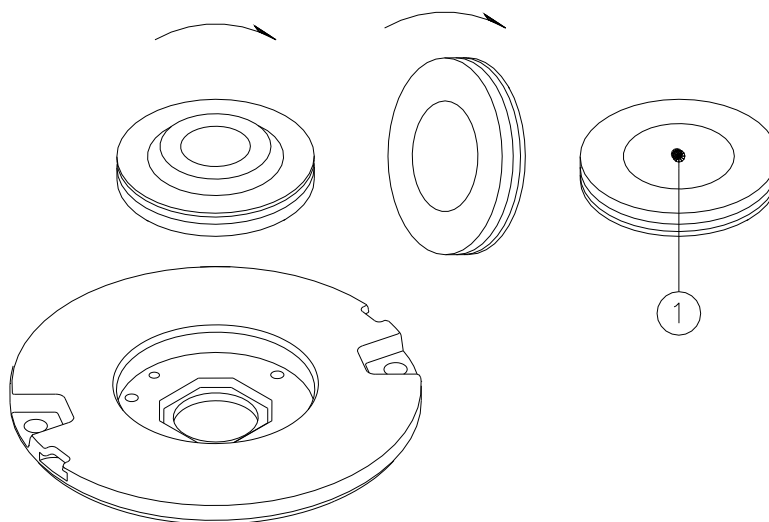

Figura 22 – Superficie della lente da pulire
- ruotare l’anello in alluminio sottosopra come mostrato in Figura 22 e pulire la superficie della lente (Figura 22 - n° 1) con prodotto non abrasivo